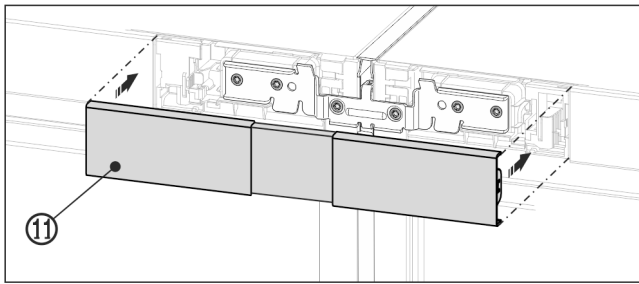

Fig. 23 Beispielhafte Darstellung
- ▶ Obere Abdeckung Fig. 23 (11) auf den noch offenen Zwischenraum der beiden Bedienteilblenden aufrasten. Darauf achten, dass die Aussenseiten der Abdeckung bündig mit den Bedienteilblenden abschließen.